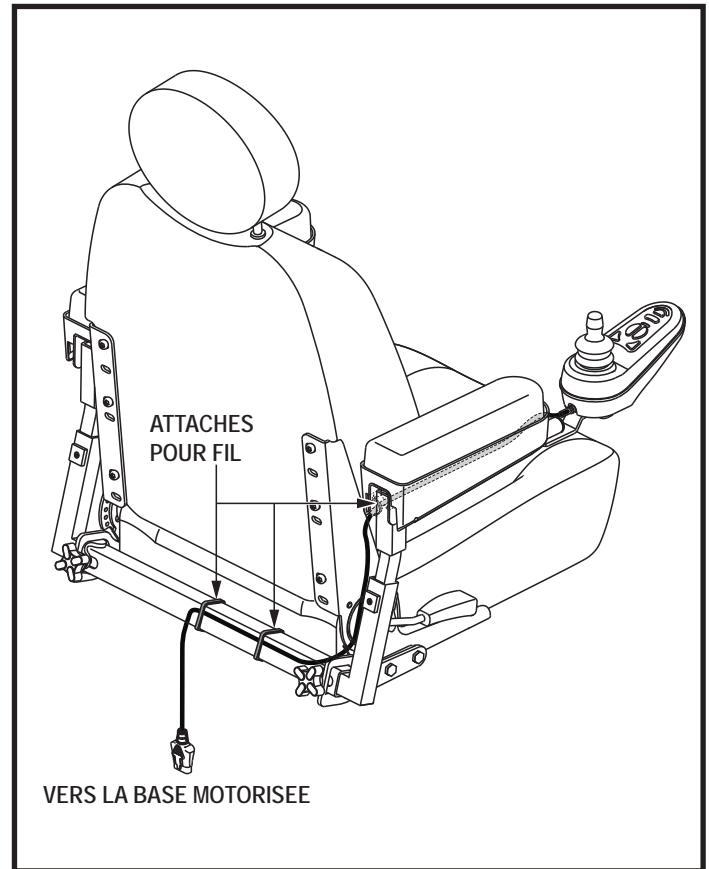

Figure 9. Câble sécurisé sur un siège Contour
8. Fixez le câble du contrôleur sous l'accoudoir avec des attaches pour fil (siège Contour seulement). **Voir la figure 9.**